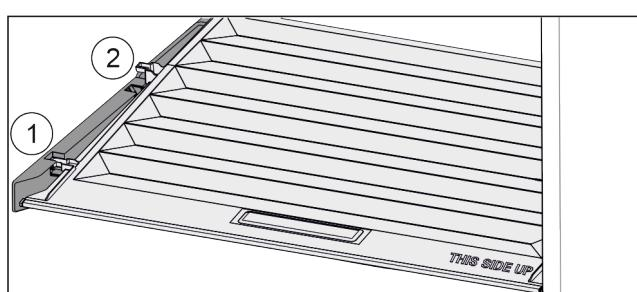

Fig. 45
- Кришку до отвору в деталях для підтримки потягнути вперед Fig. 45 (1).
- Підняти ззаду знизу та вийняти Fig. 45 (2) вгору.